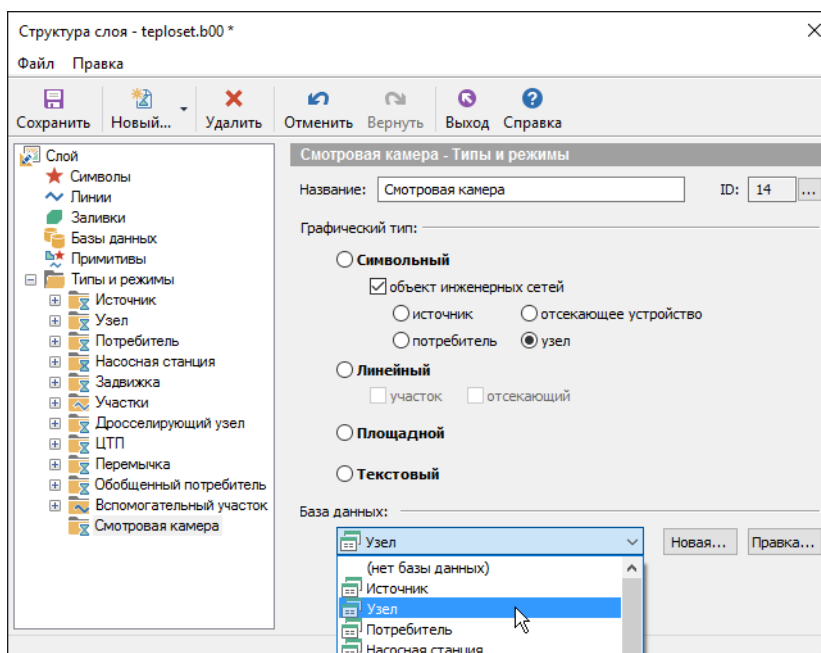

Рисунок 4.14. Выбор базы для нового типа
4. Если надо, чтобы созданный тип использовал предварительно созданную базу данных, сделать щелчок левой кнопкой мыши по строке *База данных* и в выпадающем списке выбрать нужную базу, как показано на Рисунок 4.14, «Выбор базы для нового типа». Если база данных этому типу не нужна, этот пункт можно не выполнять.